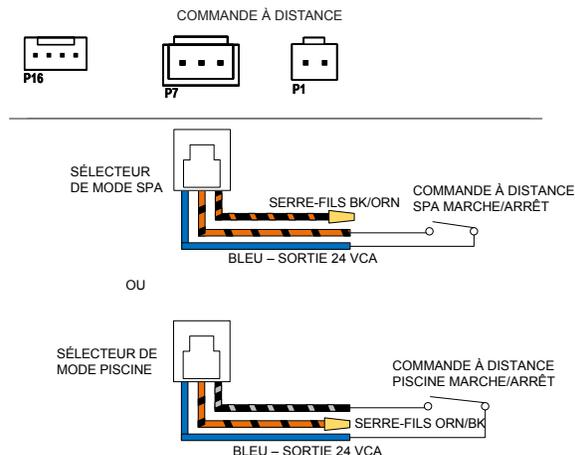

Figure 57. Installation du faisceau de la télécommande 2 fils
5. Sur le faisceau à 3 fils de la télécommande, connectez le fil BLEU d'un côté du contrôleur d'automatisation à distance et l'autre côté soit au fil ORANGE/NOIR pour le fonctionnement « SPA », soit au fil NOIR/ORANGE pour le fonctionnement « POOL ». Voir Figure 57.
7. Placez le faisceau de la commande à distance à 3 fils sur le connecteur « P7 » et mettez l'appareil en marche « ON » (MARCHE). Voir Figure 57.